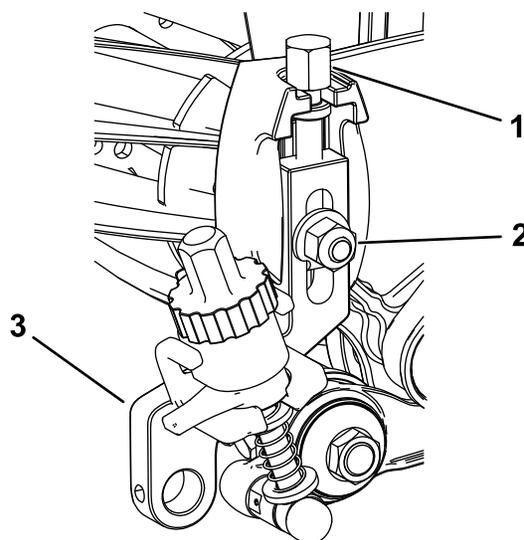

Figura 18
superior de los conjuntos de altura de corte (Figura 18).
2. Instale los conjuntos de altura de corte en las placas laterales de la unidad de corte con el perno avellanado, la tuerca y la arandela especial retirados anteriormente (Figura 18).